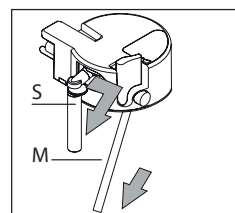
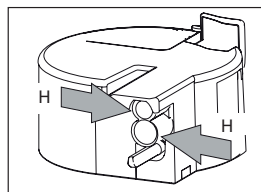
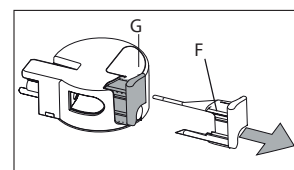

Fig. 45
Fig. 46
Fig. 47
- ▶ Scoateți duza pentru lapte și tubul de aspirație (Fig. 45).
- ▶ Scoateți regulatorul pentru spuma de lapte (F) tragându-l spre exterior.
- ▶ Spălați foarte bine toate componentele cu apă fierbinte și cu detergent lichid delicat. Verificați să nu existe reziduuri de lapte rămase în orificiile (Fig. 46) și în canelura de pe capătul fin al regulatorului pentru spuma de lapte (Fig. 47).